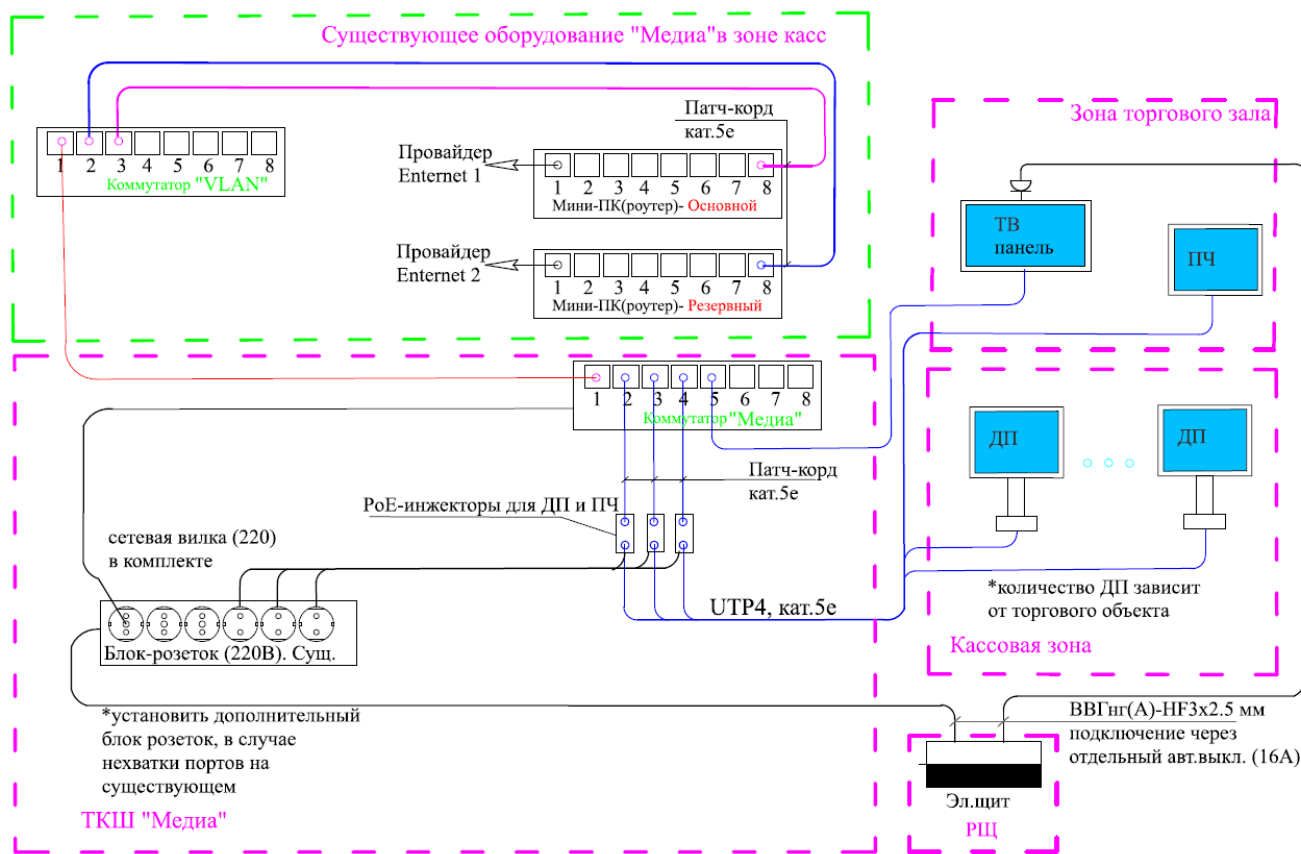

Рисунок 8.1 – Схема подключения оборудования
***ПРИМЕЧАНИЕ:** Подключение силовой кабельной линии/тип вилки блока розеток выбрать в соответствии со структурной схемой на рис. 8.1, в зависимости от точки присоединения. В случае нехватки розеток для подключаемого оборудования докупить и установить дополнительный блок розеток в стойку RACK с подключением через клеммы.
- 8.1 Коммутацию между активным /пассивным оборудованием выполнить согласно схеме подключения оборудования рисунок 8.1 (соблюдать нумерацию портов подключения роутеров/коммутаторов). Схема может меняться в зависимости от стандарта оснащения систем медиаконтента малых форматов.
- 8.2 Подключение коммутатора, установленного в ТКШ, необходимо произвести одной линией в коммутатор «VLAN» в зоне касс (рисунок 8.1).
- Проверить подключение коммутатора к роутерам согласно схеме (рисунок 8.1).
- Необходимо подключить коммутатор «VLAN» в последние порты (7 или 8) в каждый роутер (рис. 8.1),